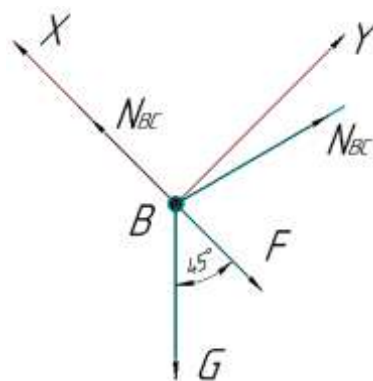

Рис. 5
5. Получив две проекции сил: R_x и R_y , определите их равнодействующую. Соединив конец вектора R_x и конца вектора R_y , получите общую равнодействующую $R_{\text{ГЛ}}$ – главный вектор (рис. 5г).
Проведите ось X по стержню AB (рис. 5).